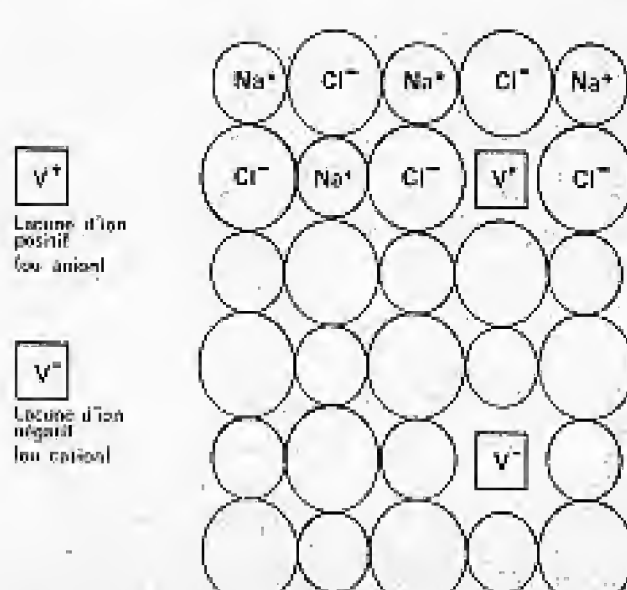

Fig. 2. - Défauts de Schottky.
- Les défauts dits de Schottky qui proviennent de la migration, vers la surface du cristal, d'ions venant de positions stables dans la maille. La migration de ces ions conduit à la formation de « trous » positifs ou négatifs (fig. 2) qui, sous l'action d'un champ électrique se déplacent dans des directions correspondant à leurs signes. Ceci donne lieu à un autre type de conductivité. Généralement, les impuretés dont la charge positive est plus élevée que celle du cation de la maille cristalline provoquent la conductivité du cristal et vice-versa. Bon nombre de ces impuretés augmentent également le pouvoir d'ionisation du